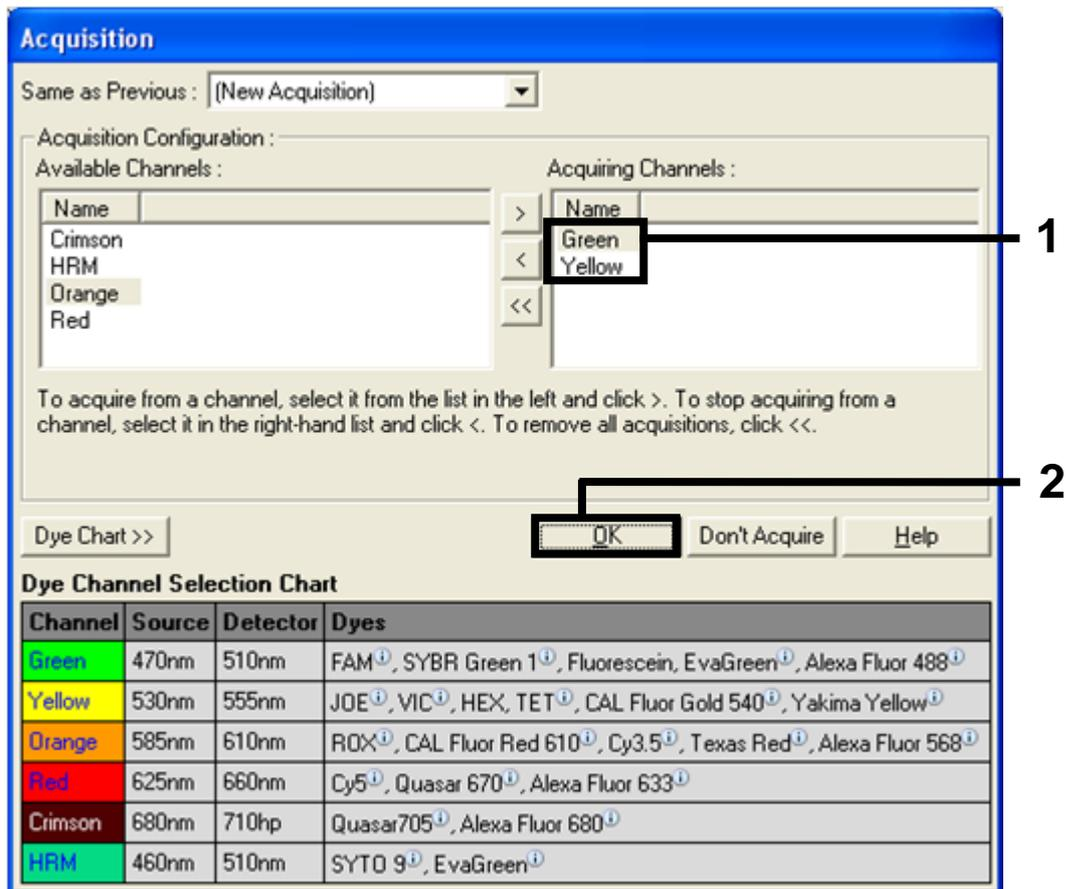

Figura 28. Acquisizione nel passaggio di ciclaggio a 60°C. 1 = canali selezionati; 2 = pulsante "OK".
10. Impostare i canali di acquisizione Green e Yellow (Verde e Giallo) selezionando il pulsante ">" per spostare questi elementi dall'elenco "Available Channels" (Canali disponibili). Fare clic su "OK" (Figura 28).